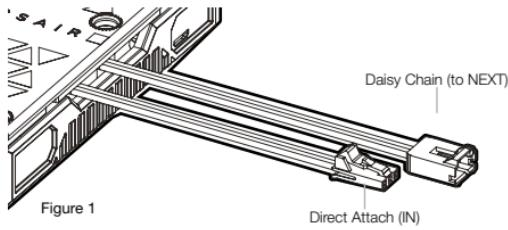

Figure 1
1. Identify the correct RGB connector on the water block (Figure 1).
1. Identifiez le connecteur RGB approprié sur le bloc à eau (Figure 1).
1. Identifizieren Sie den richtigen RGB-Anschluss am Wasserblock (Abbildung 1).